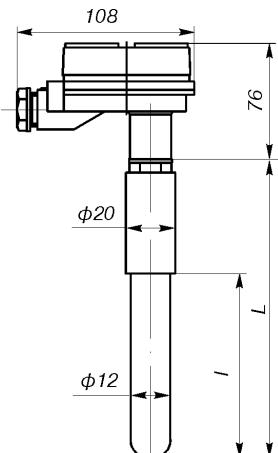

Рис.7.
**Назначение:** преобразователи термоэлектрические **TXA Метран-201 по рис.7, 8** предназначены для измерения температуры высокотемпературных газовых сред, например, в обжиговых печах огнеупорного производства. Преобразователи имеют разборную конструкцию, включающую сменный чувствительный элемент, изготовленный на базе термопарного кабеля. Погружаемая часть - чехол корундовый газоплотный марки КТВП. Внутренняя полость арматуры загерметизирована.
**Стандартный ряд монтажных длин (рис.7, 8)**
- 07** по рис.7 (только TXA Метран-201)
табл.1б - **для рис.7, 8**